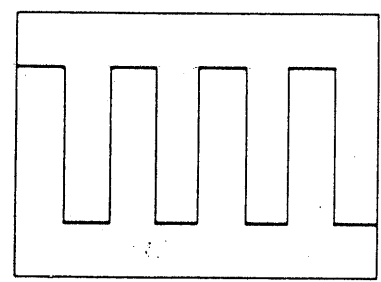

図 5-1
- 5) リモートコントローラ RC01-COS 形の AC-DC-GND スイッチを AC, GND -OFF に切り換えると図 5-1 のように波形が観測できます。